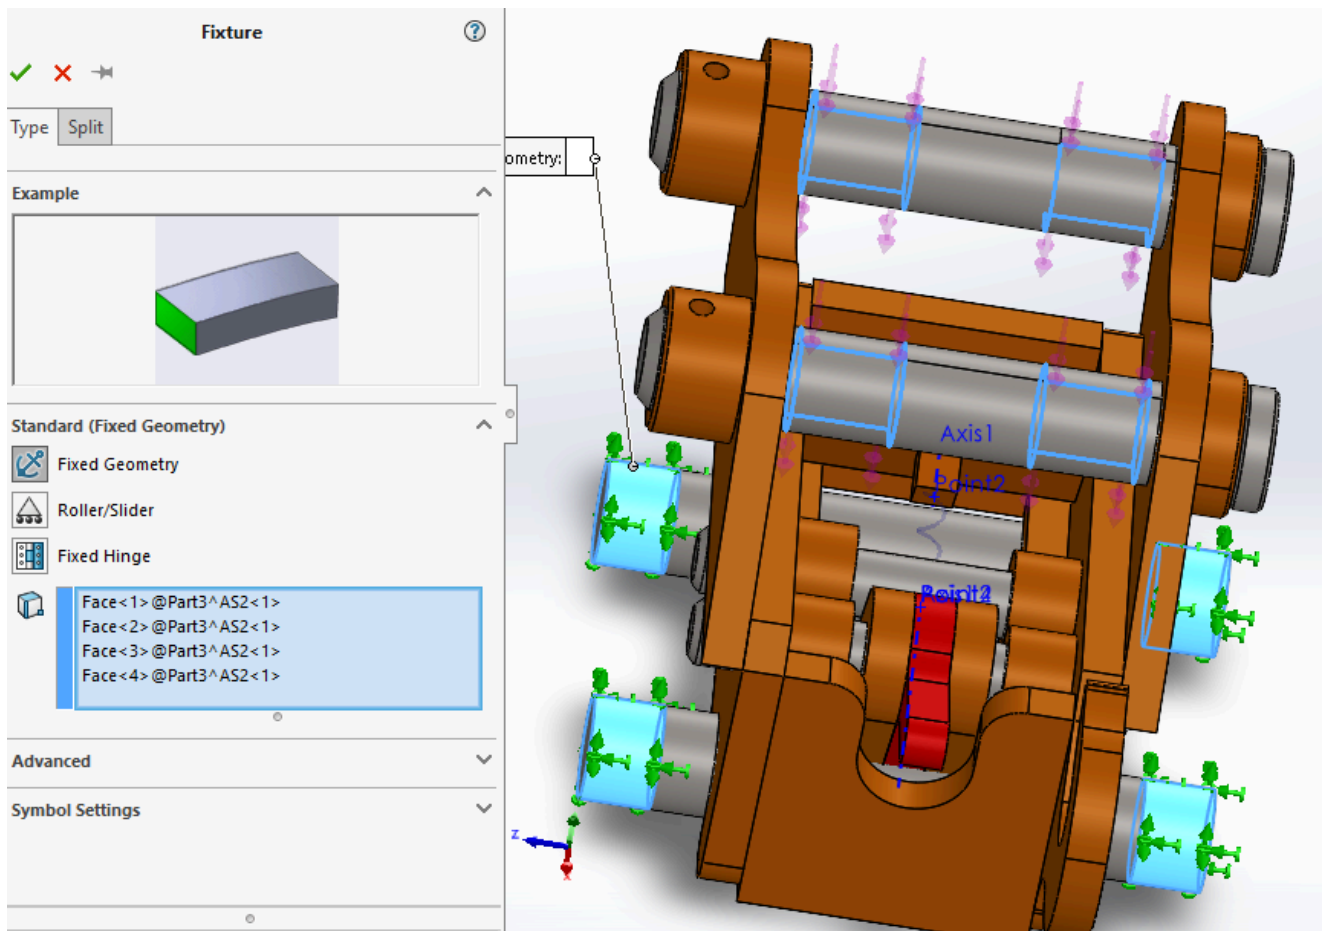

Рис.27. Призначення кінематичних граничних умов (частини)
Призначити кінематичні граничні умови, як показано на рис. 27.
- у полі вибору граней послідовно клікнути на торцеві плоскі грані деталі, які показані на рис.27